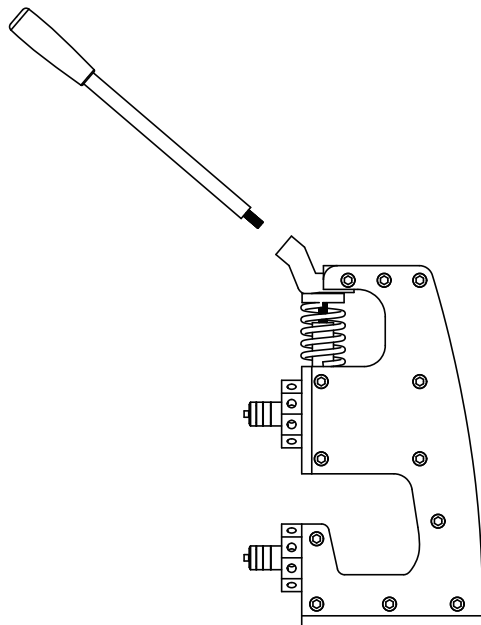

图1
- 1.如图1所示,将压杆(E)旋入压杆连接件(B)中,并拧紧固定。